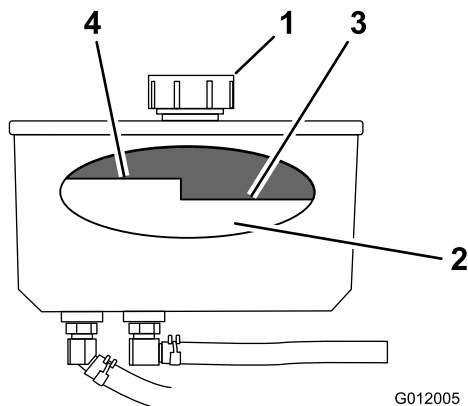

Figura 70
3. Limpie alrededor del cuello de llenado y el tapón del depósito de aceite hidráulico (Figura 70).
4. Retire el tapón del cuello de llenado (Figura 70).
Nota: El nivel de aceite debe estar por debajo del nivel caliente del tabique cuando el aceite está caliente (Figura 70).